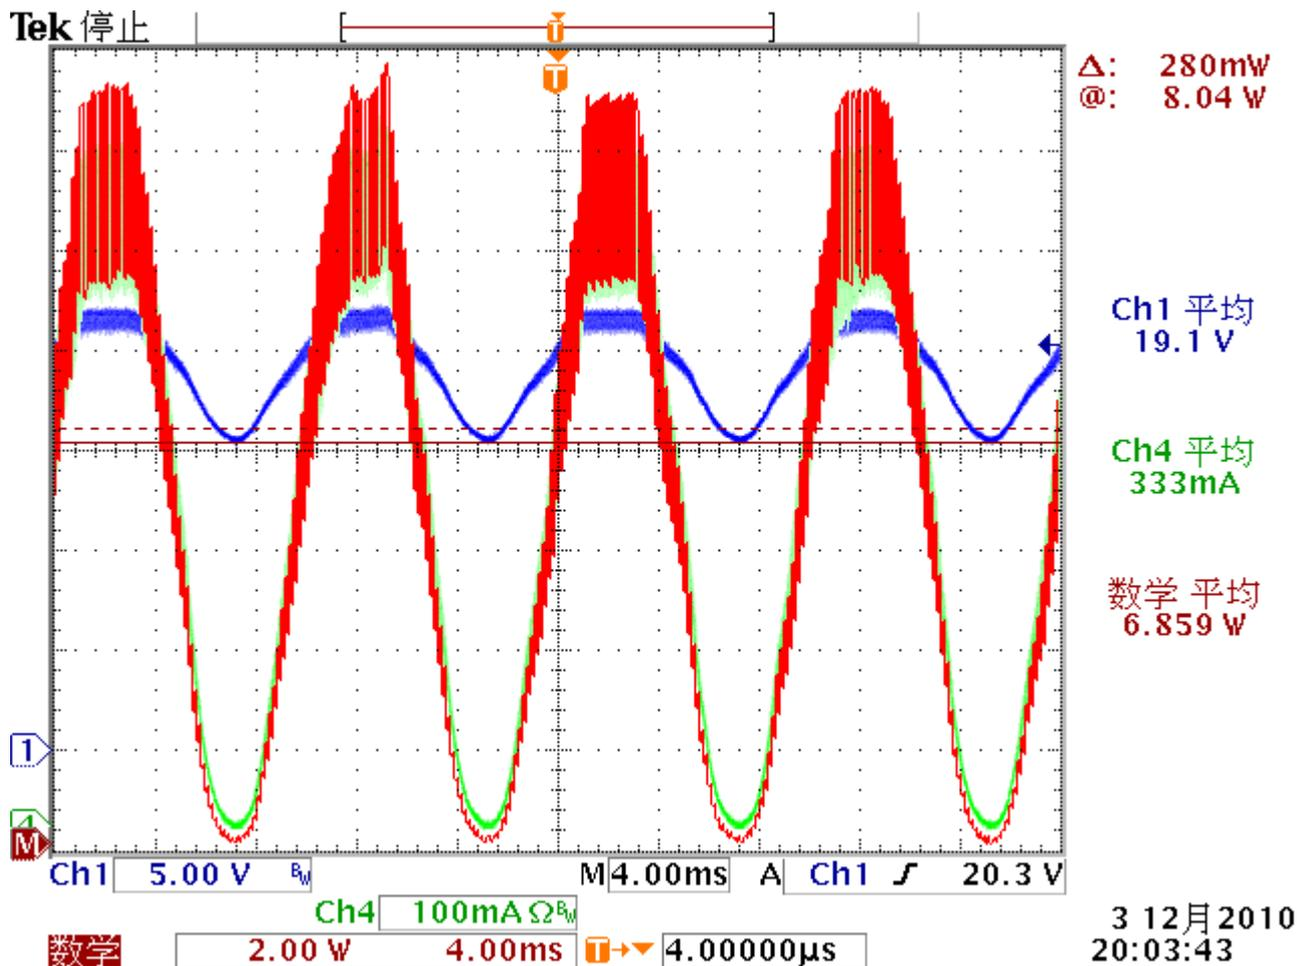
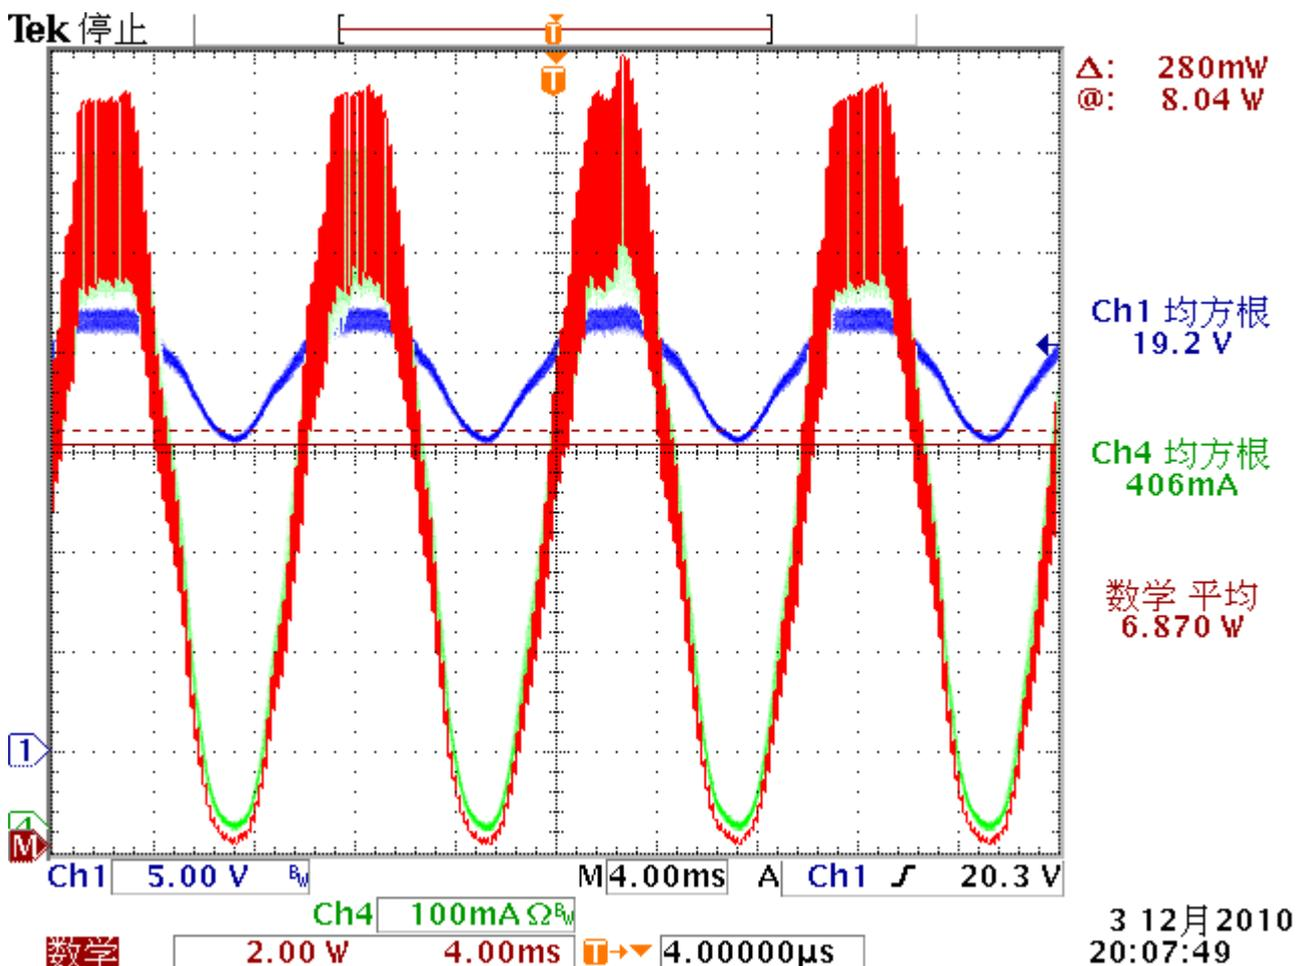

图 3、输出采用陶瓷电容 (22 μ F X 2) 时的电流、电压波形。
图 4、输出采用陶瓷电容（22? F X 2）时的电流、电压波形。（print）
- 采用陶瓷电容时输出电压、电流的波形如图 3 所示。与用电解电容时相比，输入功率增加了约 0.56W (8.10W – 7.54W)，而输出功率按万用表读数计算基本不变 (6.37W vs. 6.32W)，从而导致效率降低了 5%。情况真的如此吗？0.5W 的功率跑哪里去了？
在图 3 中, 用输出电压与输出电流相乘所得的瞬时功率曲线的平均值为 6.86W, 而不是用平均电压与平均电流计算得到的 6.37W, 二者相差 0.49W, 正好补上了输入端增加的 0.56W。新的效率应该是 $\eta = 6.37/8.10 = 84.7\%$ 。因此效率是没有下降的。
正确的输出功率计算方法是: $P_o = V_{o_rms} * I_{o_rms} * PF$ 。式中 V_{o_rms} 和 I_{o_rms} 分别为输出电压和电流的均方根值, PF 为功率因子。图 4 是输出为陶瓷电容时, 输出电压及电流的波形及均方根值。与图 3 比较可以发现, 对于交流电流来说, 平均值与均方根值不再相等了。